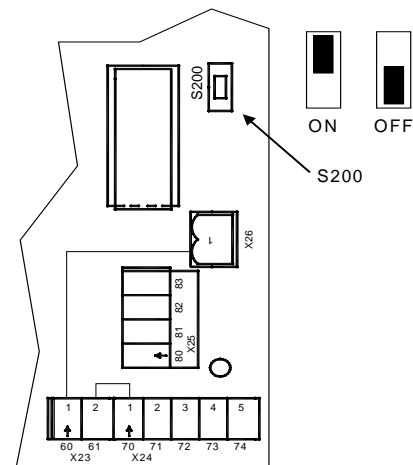

Abbildung 16: Position S200
**WICHTIG** Damit die Torsteuerung TST FUS die Parameter automatisch abfragen kann, muss der DIP-Schalter S200 eingeschaltet sein (Position S200 siehe Abbildung 16: Position S200).